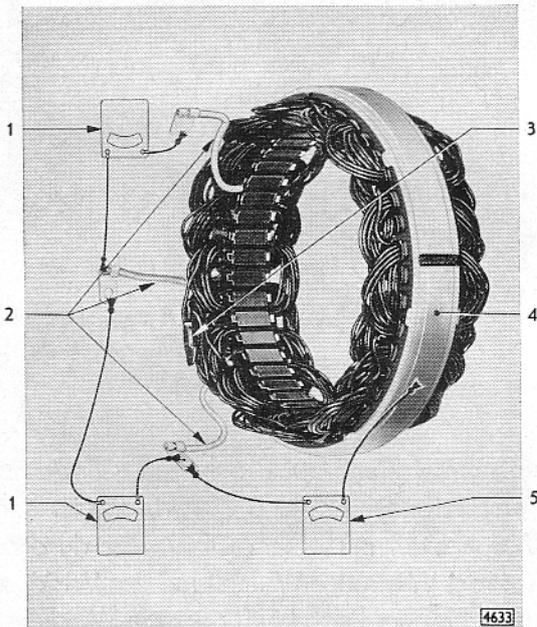

Bild D 46 - Ständerwicklung mit Ohmmeter prüfen
- Ständerwicklung auf Masseschluß prüfen (Bild D 46). Die Prüfung kann mit einer Prüflampe oder mit einem Ohmmeter durchgeführt werden.
- Ständerwicklung auf Unterbrechung prüfen (Bild D 46). Die Prüfung kann mit einer Prüflampe oder mit einem Ohmmeter durchgeführt werden. Hierzu Prüfspitzen nacheinander an 2 Wicklungsenden halten. Wenn die Prüflampe nicht aufleuchtet oder das Ohmmeter einen hohen Wert anzeigt, dann liegt eine Wicklungsunterbrechung vor. Ständer mit Unterbrechung ersetzen.